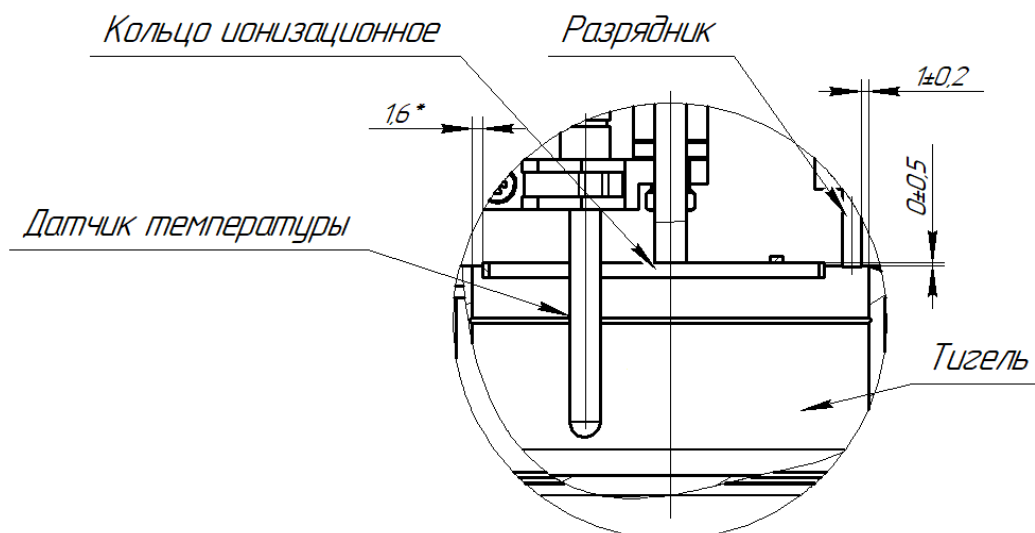

Рисунок 15 – Расположение элементов анализатора
5.9.2 Проверьте расположение ионизационного кольца, при необходимости скорректируйте, ослабив, а по завершению затянув, соответствующие гайки и винты. Требования к расположению ионизационного кольца (см. рис. 15):
5.9.3 Проверьте, а при необходимости скорректируйте высоту установки разрядника. Выступание или утопление разрядника относительно торца тигля 0,5мм (см. рис. 15).